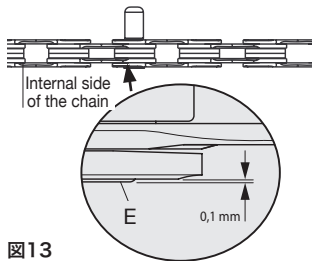

図13
チェーンを修理不可能な状態まで損傷させないため、必要以上に押し込まないでください。チェーンの内側に 0.1 mm だけ、コネク・ピン ウルトラ・リンク™ ULTRA-LINK 5-CN-SR700 (E) を残します (図13)。